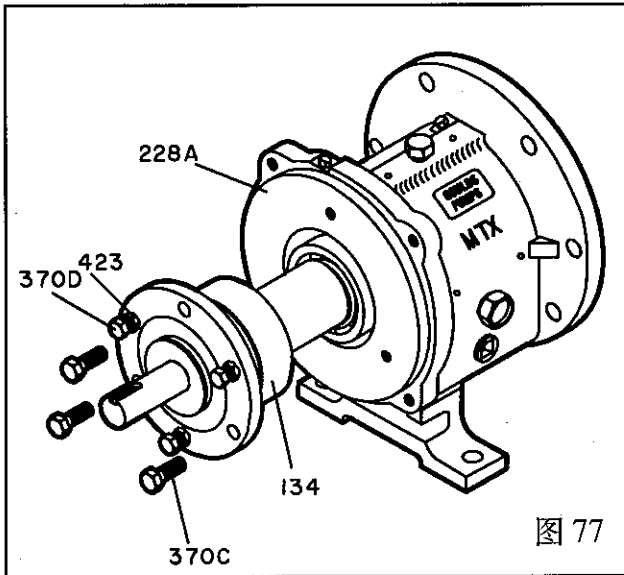

图 77
1. 拧下螺栓(370C), 拧松锁紧螺母(423), 均匀拧紧推顶螺栓 (370D), 将轴承座(134)从轴承箱(228A)中退出 (图 77)。